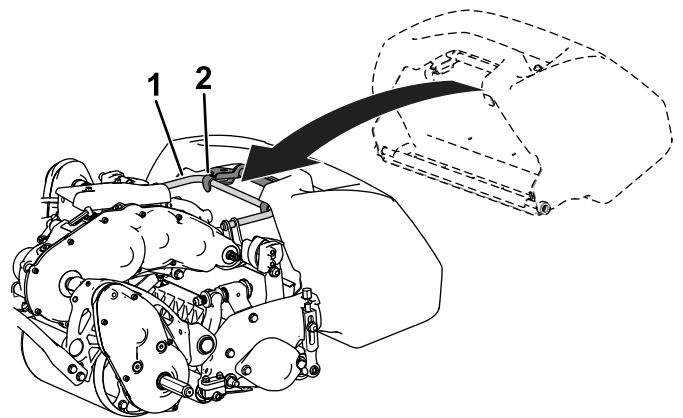

Figura 4
2. Guíe el reborde del recogedor entre las chapas laterales de la unidad de corte y por encima del rodillo delantero (Figura 4).
3. Instale los ganchos del recogedor sobre el tubo del bastidor (Figura 4).